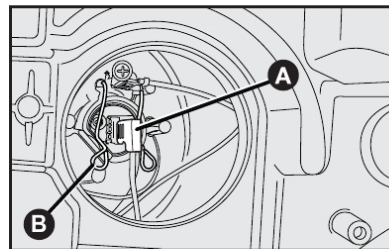

fig. 28
- 2) Soltar o conector **A-fig. 28** de alimentação da lâmpada;
- 3) Retirar o porta-lâmpada pressionando lateralmente para fora a presilha **B-fig. 28**;
- 5) Recolocar a presilha e o conector de alimentação **A-fig. 28**;